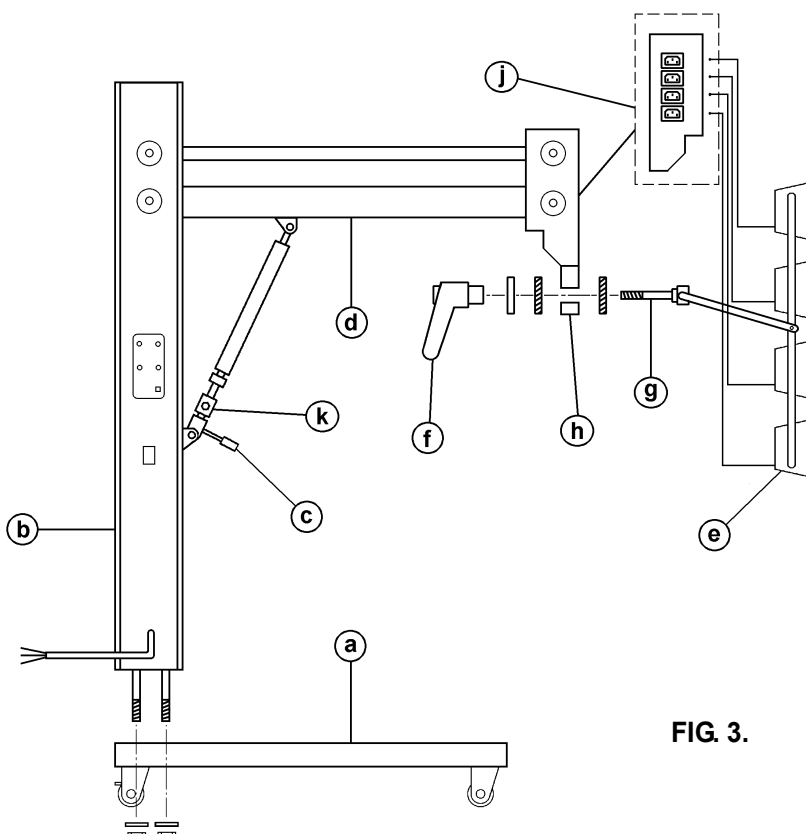

FIG. 3.
- 1- Déballer soigneusement les différentes parties et contrôler que toutes les pièces mentionnées sur la figure 3 sont effectivement présentes et en bon état. (Adresser vos réclamations éventuelles sous 24 heures).